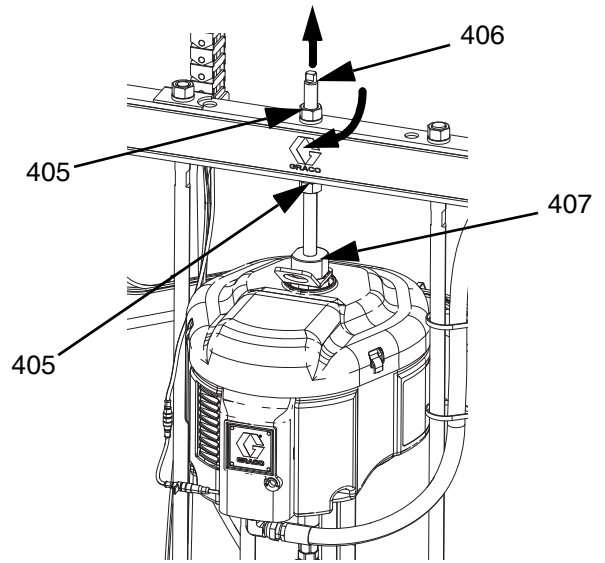

图 43
1. 将活塞泵 (C) 插在压盘 (D) 上。按照连接压盘（第 106 页）的步骤操作。
3. 连接空气马达 (B):
- a. 用扳手转动系杆顶部的螺母 (405)，将空气马达 (B) 降到活塞泵 (C) 上。请参见图 43（第 107 页）。向上拧紧螺母 (405)，将其拧在系杆下面。在系杆下面，用最大 25 英尺-磅（34 N•m）的扭力拧紧螺母 (405)。